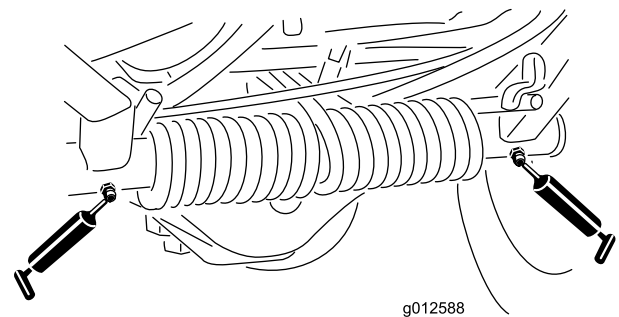

Bild 36
- Drehbüchsen am Schubarm (Bild 36)